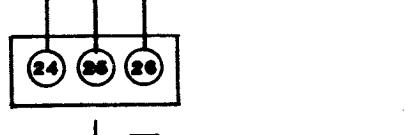

FIGURE 8
7. EARTH GROUND (Fig. 8)
8. POLARITY REVERSAL FEATURE (Fig. 8)